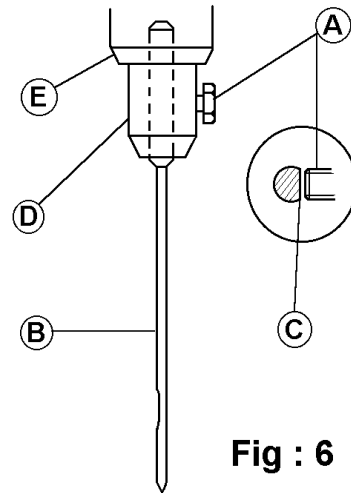

Fig : 6
Zum Ersetzen der Nadel einfach die Nadelhalteschraube (A) (siehe Abbildung 6) lösen und die Nadel (B) aus ihrer Halterung herausziehen.